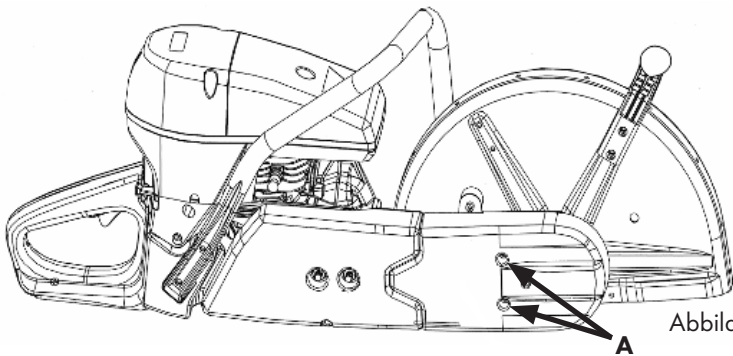

Abbildung 15
- Lösen Sie die beiden Schrauben (A), Abb. 15.